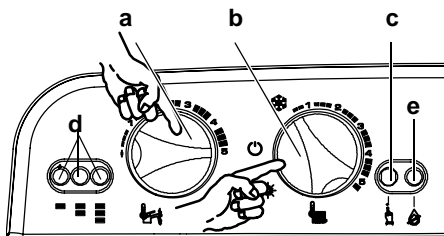

Fig. 7.13 Tablero de mandos
- 4 Si no se muestra esta secuencia, pulsar el botón de restablecimiento **c** de la **Fig. 7.13** hasta que se llegue a la visualización (4 veces).